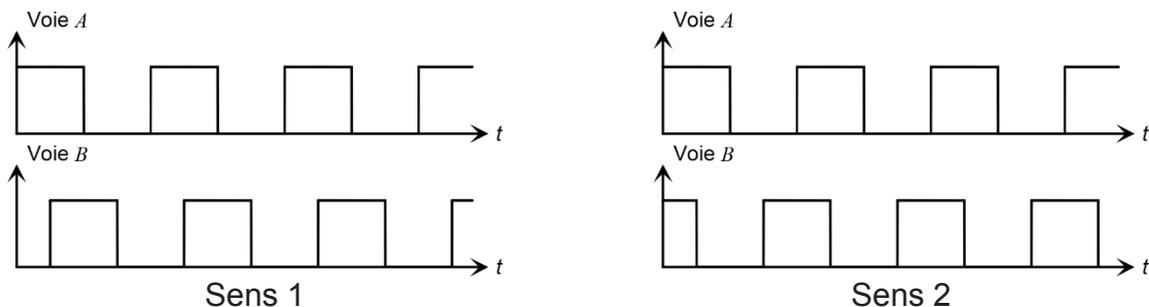

Figure 6 – Signaux en sortie du codeur pour les deux sens de rotation
Le codeur incrémental est disposé sur l'axe de rotation d'une des roues (rayon 20 cm). Il délivre un signal carré sur ses voies A et B, voir figure 6.
**Question 22** En utilisant les fronts montants et descendants et les deux voies A et B en quadrature du codeur (figure 6), déterminer la précision sur le positionnement de la capsule obtenu avec ce seul capteur.